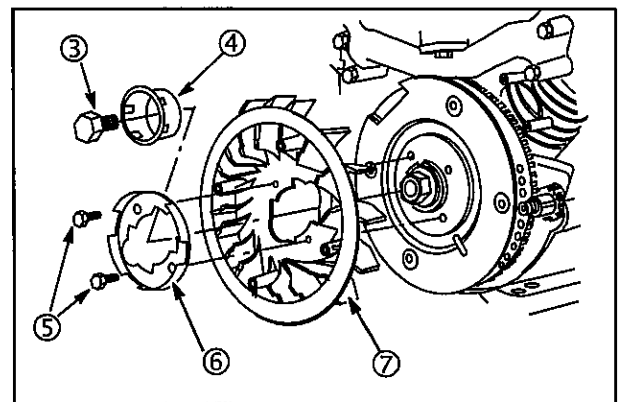

Fig. 8
2. Remove two screws (5), fan retainer (6) and fan (7), Fig. 8.